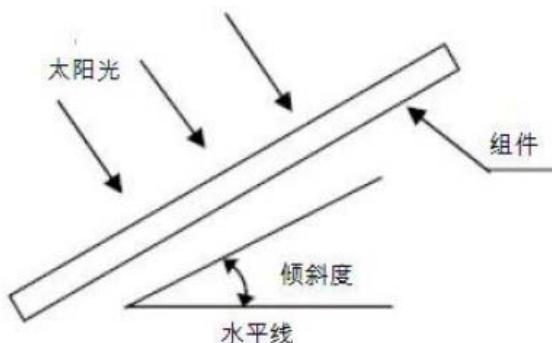

图 2 太阳能组件安装倾斜角
5.1.6 太阳能组件的倾斜角指的是组件表面与地平面之间的夹角, 如下图 2 所示, 组件表面与太阳光垂直的时候功率输出最大。要了解最佳的安装倾斜角的详细信息, 请参考咨询当地可靠的太阳能系统安装公司。